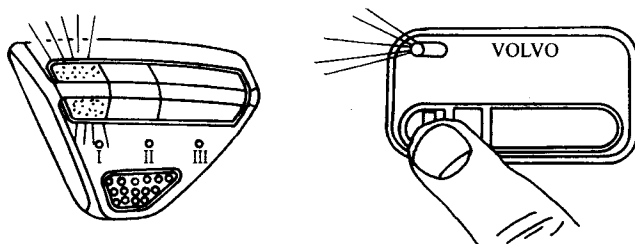

图 8-8 防盗系统电脑与遥控器匹配
(3) 在 15s 内按下遥控器前面的按键设定的第一个遥控器，当接收器 LED 闪烁时表示已接收且完成设定。
(4) 第 2 个遥控器必须在完成第 1 个遥控器设定、LED 开始闪烁起 10s 内按下遥控器前面的按键。
(5) 沃尔沃 9 系列车最多可复制 4 个遥控器。
(6) 沃尔沃 9 系列遥控防盗电脑与遥控器必须为同一频率系列才能匹配使用，按下遥控器按键，遥控器接收器的 I 段应亮，如图 8-8 所示。